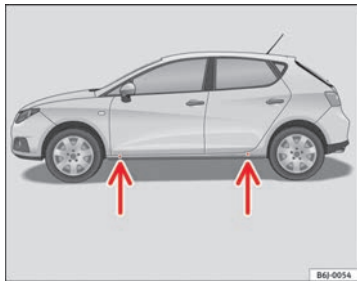

Abb. 135 Aufnahme-
- Suchen Sie den Aufnahmepunkt am Unterholm, der dem zu wechselnden Rad am nächsten liegt ⇒ Abb. 135.
Am Unterholm kennzeichnen jeweils vorn und hinten Eindrückungen die Stellen, an denen der Wagenheber angesetzt werden darf ⇒ Abb. 135. Es gibt für jedes Rad genau eine Stelle. An anderen Stellen darf der Wagenheber nicht angesetzt werden.